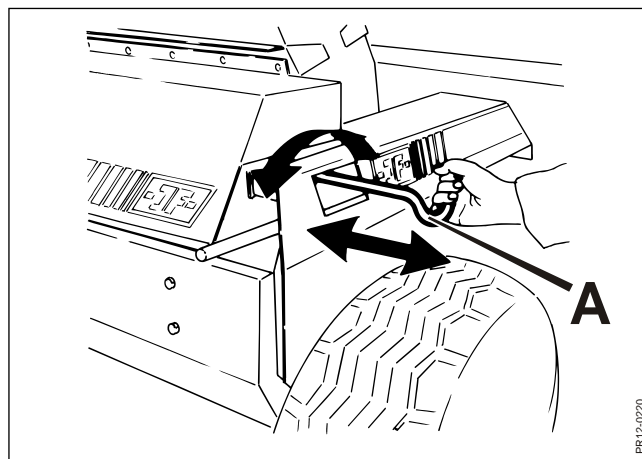

Fig. 4-29
- Fig. 4-29** 7. Grib fat i håndtaget **A** og giv forsigtig tilspænding ved at dreje på håndtaget til stenen netop rører knivene. Træk nu stenen i en langsom glidende bevægelse hen over hele rotoren og tilbage igen. Giv lidt mere tilspænding og gentag bevægelsen hen over hele rotorens bredde, således at knivene i hele rotorens bredde slibes.